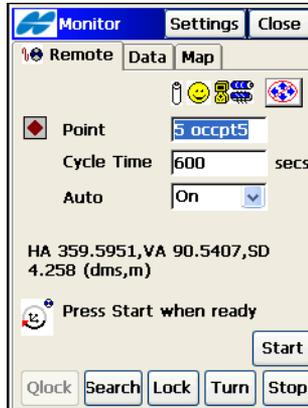

Abbildung 8-73. Überwachung
4. Tippen Sie nach dem Auswählen der Liste auf **Weiter**. Das Fenster **Überwachung** erscheint (Abbildung 8-73 auf Seite 8-66).